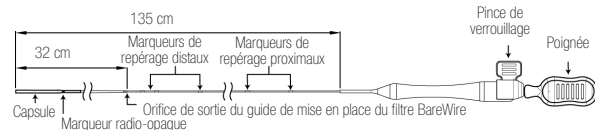

Figure 2
Le cathéter de mise en place RX (figure 2) a une longueur utile de 135 cm. Le profil de franchissement est de 0,93 mm (0,0365 po) ou de 1,05 mm (0,0415 po), selon la taille de l'élément de filtration. Une poignée permet de déployer l'élément de filtration chargé à partir de la capsule. Deux paires de marqueurs argentés sont situées le long du corps du cathéter. La paire de marqueurs proximale indique la position de l'extrémité du cathéter pendant l'avancement de celui-ci par le cathéter guide/introducteur, et la paire de marqueurs distale indique la proximité de l'orifice de sortie RX au cours du retrait du cathéter. Un marqueur radio-opaque est situé du côté proximal de la capsule.
- Maintenir la poignée noire en position stable et tirer sur la poignée blanche (cf. figure 2) pour déployer l'élément de filtration. Le déploiement a lieu lorsque le marqueur distal du cathéter se déplace de manière proximale par rapport aux marqueurs de repérage de l'élément de filtration.